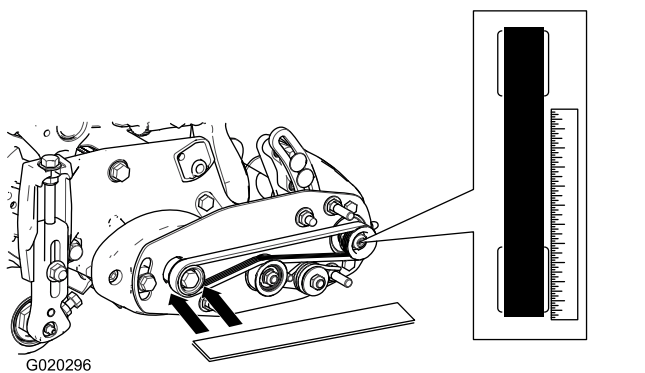
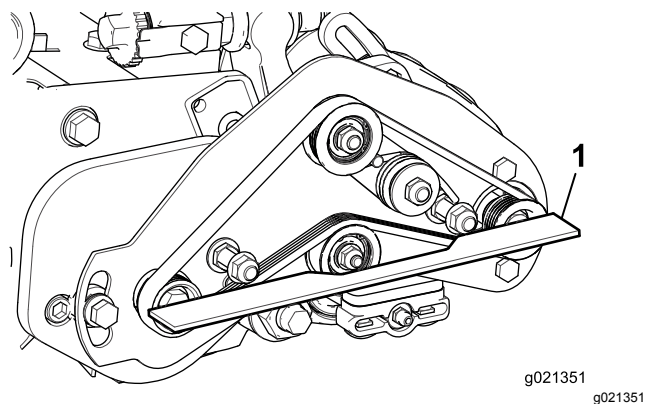

Figura 24
Figura 25
- Appoggiate un regolo sulla superficie esterna della puleggia **motrice** (Figura 24 e Figura 25). **Non** appoggiate il regolo sulla puleggia motrice e la puleggia condotta.